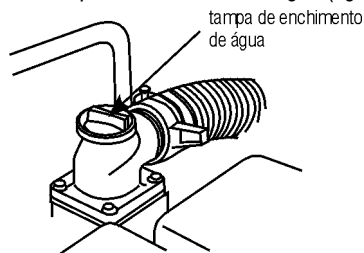

Fig. 8 – Retirando a tampa de enchimento de água
- Retire a tampa de enchimento de água (fig. 8).